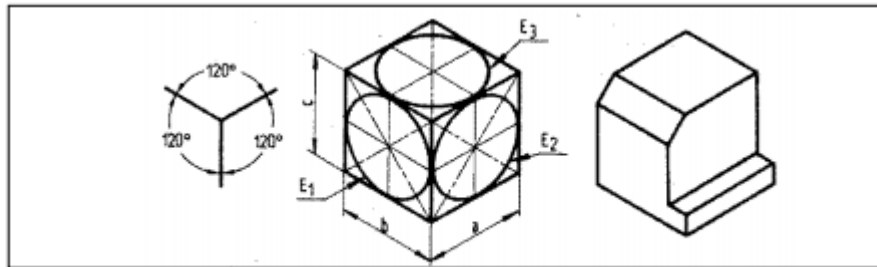

Fig 62: Perspectiva isométrica
- Perspectiva isométrica (fig. 62) según DIN 5, en esta perspectiva se dibujan todas las longitudes en escala. Las aristas de las vistas de frente se dibujan a 30°. Las aristas que dan la profundidad se dibujan (sin reducir) también en un ángulo de 30°.